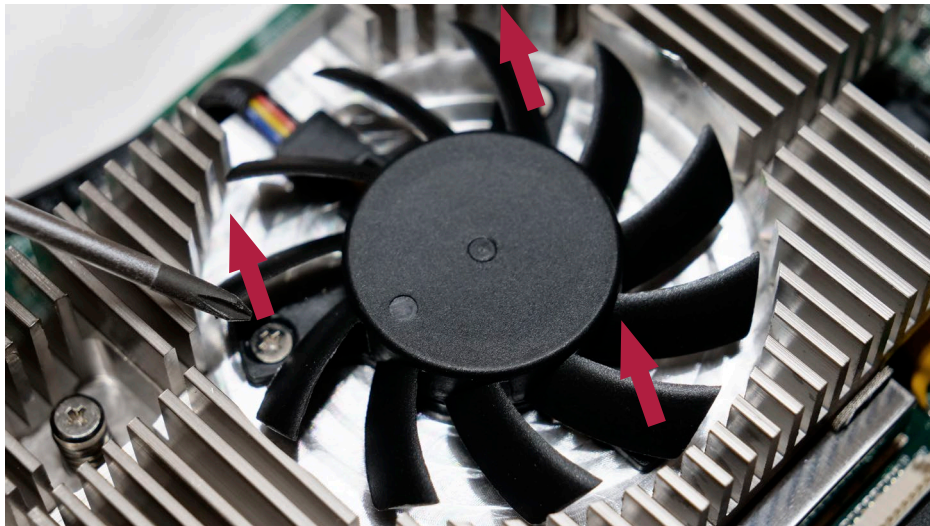

Abbildung 24 Entfernen der Schrauben vom Lüfter
b) Lösen Sie die drei Schrauben, mit denen der Lüfter befestigt ist (siehe Abbildung 24)
- f) Setzen Sie die drei Schrauben, mit denen der Lüfter gesichert wird, ein und ziehen Sie sie an (max. Drehmoment 0,3 Nm) (Abbildung 24)